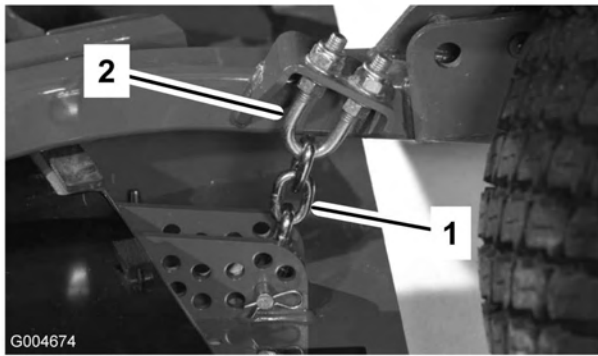

Figura 16
5. Togliete la coppiglia e il perno con testa che fissano le catene dell'altezza di taglio sul retro dell'apparato di taglio (Figura 16).